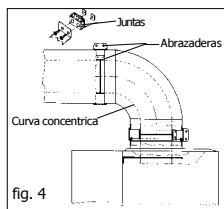

fig. 4
- fijar el calentador a la pared y unir el conducto especial a la curva concéntrica utilizando las abrazaderas oportunas, como se indica en la fig. 4;